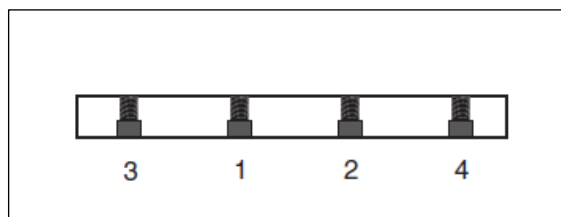

Рисунок 58.
- Ослабьте болты клиньев, начиная с середины (рис. 58), пока все болты клиньев не будут откручены, но не вынуты.
- Поверните строгальный вал до появления первого ножа. Слегка затяните болты клиньев, начинайте с середины и перемещайтесь к краям по очереди - то слева, то справа (рис. 58). Повторите этот шаг для остальных ножей.